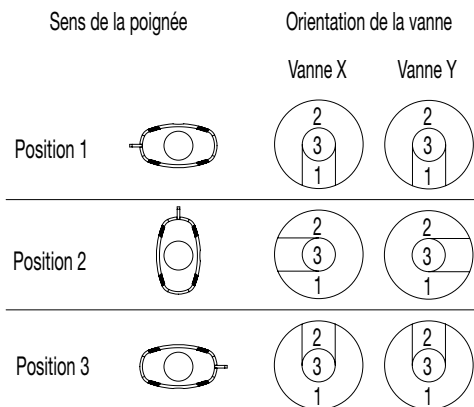

Fig. 7 : Schéma d'un ensemble GSM à 2 vannes
2. Amenez la poignée dans la position 2 (reportez-vous à la figure 7). Notez la position des pignons car ceux-ci devront être remontés à l'identique.
2. Amenez la poignée dans la position 1 (reportez-vous à la figure 7). Notez la position des pignons et de la poignée car ceux-ci devront être remontés à l'identique.